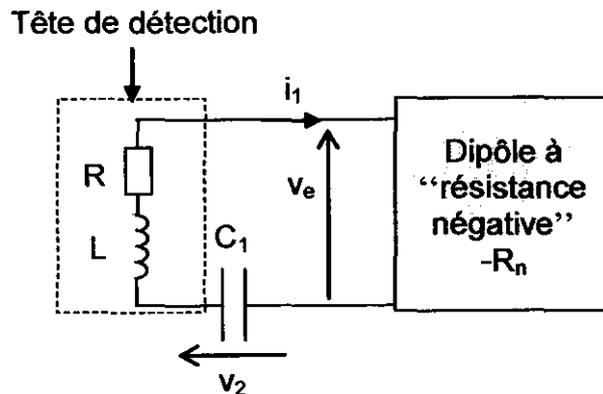

Figure 6
On associe le dipôle  $RLC_1$  étudié dans la partie B.2.1. au dipôle à résistance négative de la partie B.2.2.. Le montage est représenté sur la **figure 6**.
- a) On règle  $R_n$  de façon à obtenir  $R_n = R$ . Simplifier alors le schéma de la **figure 6**.